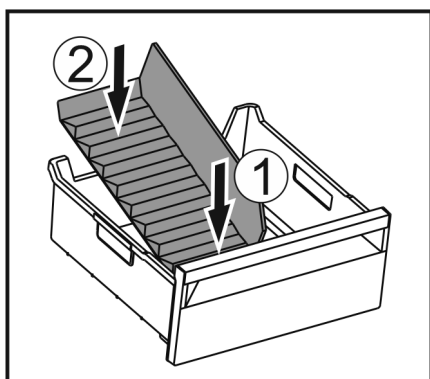

Fig. 51
- ▶ Włożyć najpierw separator z przodu Fig. 51 (1).
- ▶ Opuścić tylną część Fig. 51 (2).